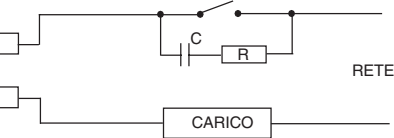

Fig. 8 CONTATTO ESTERNO IN SERIE AL CONTATTO DI USCITA DELLO STRUMENTO
In questi casi si raccomanda di collegare un filtro RC in parallelo al contatto esterno come indicato in fig. 8. Il valore della capacità (C) e del resistore (R) sono indicati nella tabella seguente.